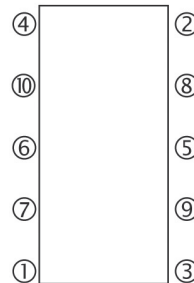

Fig. 11
- Nettoyez et lubrifiez correctement les tirants, positionnez-les, puis serrez les écrous progressivement et uniformément dans l'ordre inverse du démontage indiqué à la Fig. 11 jusqu'à obtenir la cote correcte entre plateaux (cote de serrage) indiquée sur la plaque signalétique. Vérifiez que cette cote est bien uniforme sur tout le pourtour des plateaux. Trop serrer peut déformer les plaques de manière irréversible. Si vous pensez nécessaire de serrer au-delà de la cote préconisée, contactez le service après-vente de RIELLO S.p.A qui saura vous conseiller.